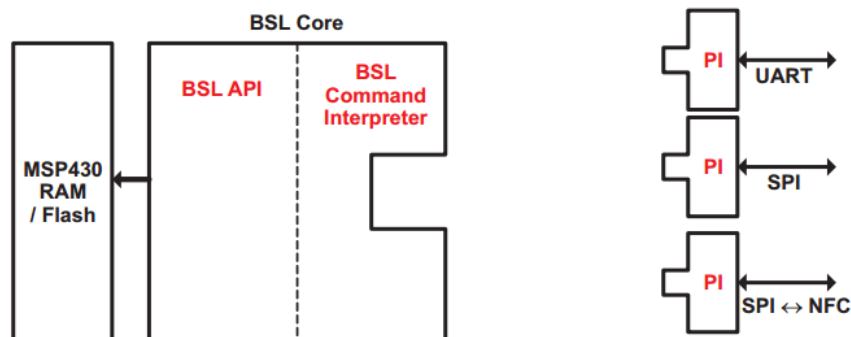

图 10 BSL 软件升级方式
将 MCU 的 BSL 功能与 NFC 的技术互相结合，通过 P2P 的方式实现软件升级。以 TI 的 MSP430 为例，BSL 的软件主要包括 Peripheral Interface (PI)，Command Interface 以及 BSL_API。BSL 的软件升级接口可以通过 UART，SPI，那么将 NFC 的接口与 SPI 结合即可实现通过 NFC 对软件的升级。如图 10 所示。